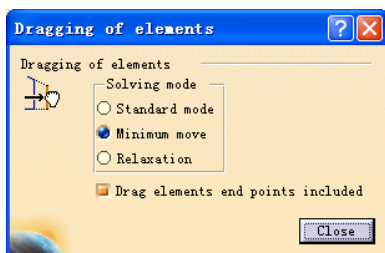

图 6-67
- 单击 Solving Mode 按钮后会出现如图 6-67 所示对话框, 可从中设置拖拽对象的方式。